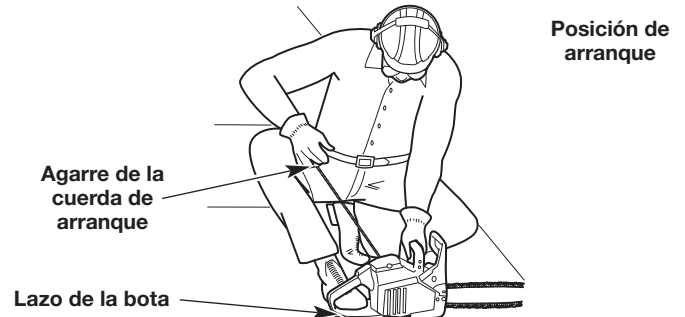

Fig. 5
**ADVERTENCIA:** Evite arrancar la unidad por accidente. A fin de evitar lesiones graves, el operador y la unidad deben estar en una posición estable al tirar de la cuerda de arranque (Fig. 5).
5. Agáchese en la posición de arranque (Fig. 5). Sostenga la manija delantera con la mano izquierda. Sujete la empuñadura de la cuerda de arranque con la mano derecha. Coloque el pie derecho en el lazo de la bota para mantener la unidad firme en su lugar.
6. Tire de la cuerda de arranque con un movimiento controlado y firme **5 veces** (Fig. 5).